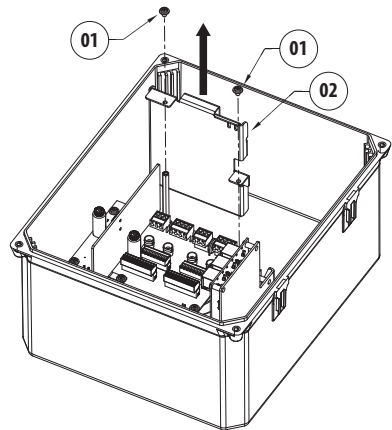

Abb. 16
Die Schrauben (01) entfernen und die Spleißkassette (02) entnehmen (Abb. 16, Seite 16).